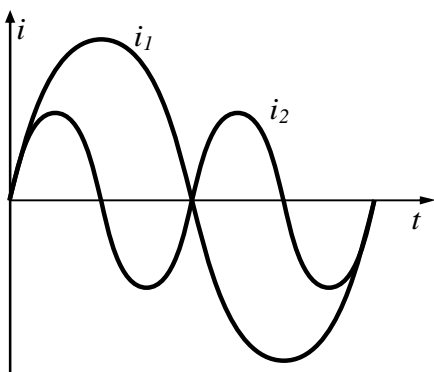

Рис. 2.6
**2.14.** Два генератори синусоїдального струму мають однакове число пар полюсів. На рис. 2.6 наведені криві зміни струмів  $i_1$  і  $i_2$ . Вказати, який генератор має більшу частоту обертання.